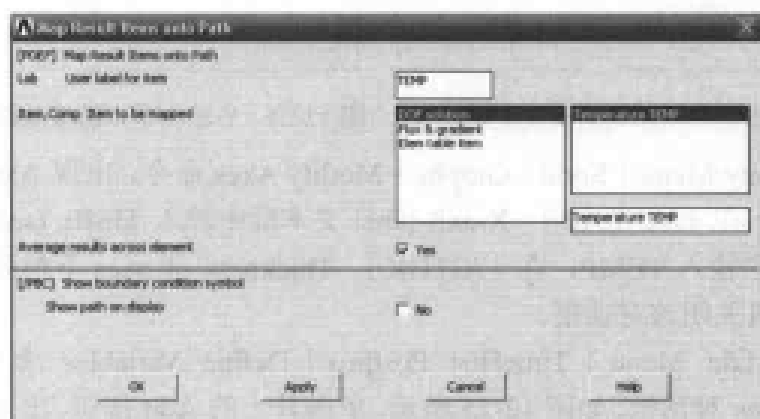

图 12-22 将结果映射到路径上对话框
(25) 选择 Main Menu | General Postproc | Path Operations | Map onto Path 命令, 出现 Map Result Items onto Path 对话框, 在 Lab User label for item 文本框中输入 TEMP, 在 Item,Comp Item to be mapped 的两个列表框中分别选择 DOF solution、Temperature TEMP 选项, 如图 12-22 所示, 单击 OK 按钮关闭该对话框。